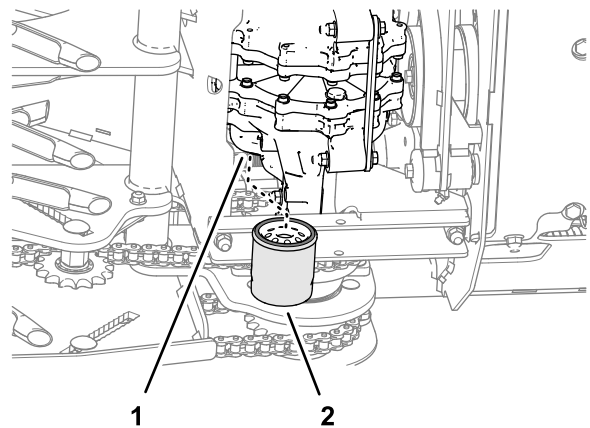

Figura 54
4. Localice los dos filtros debajo de las transmisiones (Figura 54).
6. Retire los filtros y deje que se drene el fluido del sistema de transmisión (Figura 54).
2. Gire el filtro en sentido horario hasta que la junta de goma entre en contacto con el adaptador del filtro, luego apriete el filtro entre 2/3 y 3/4 de vuelta más (Figura 54).